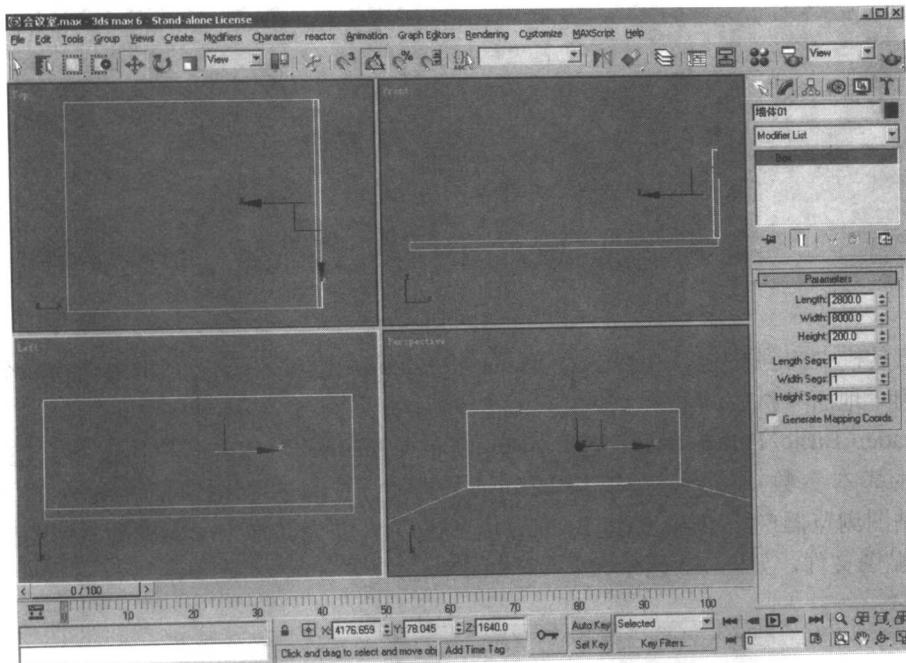

图 1-5 “墙体 01”造型
**1** 单击三维物体创建命令面板中的 Box 按钮，在左视图中创建一个 Length(长度)为 2800、Width(宽度)为 8000、Height(高度)为 200 的方体，作为“墙体 01”造型，其形态和位置如图 1-5 所示。